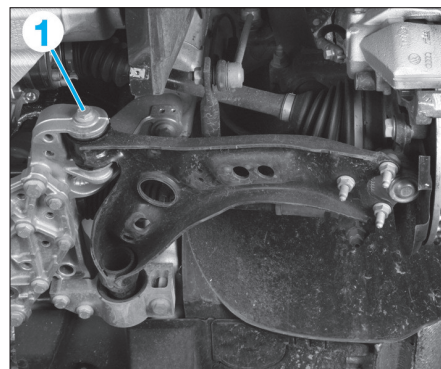

Fig. 18
- Déposer la vis de fixation (1) du palier avant du triangle (Fig.18).
- Dévisser les 2 vis (2) du palier arrière sur le berceau.